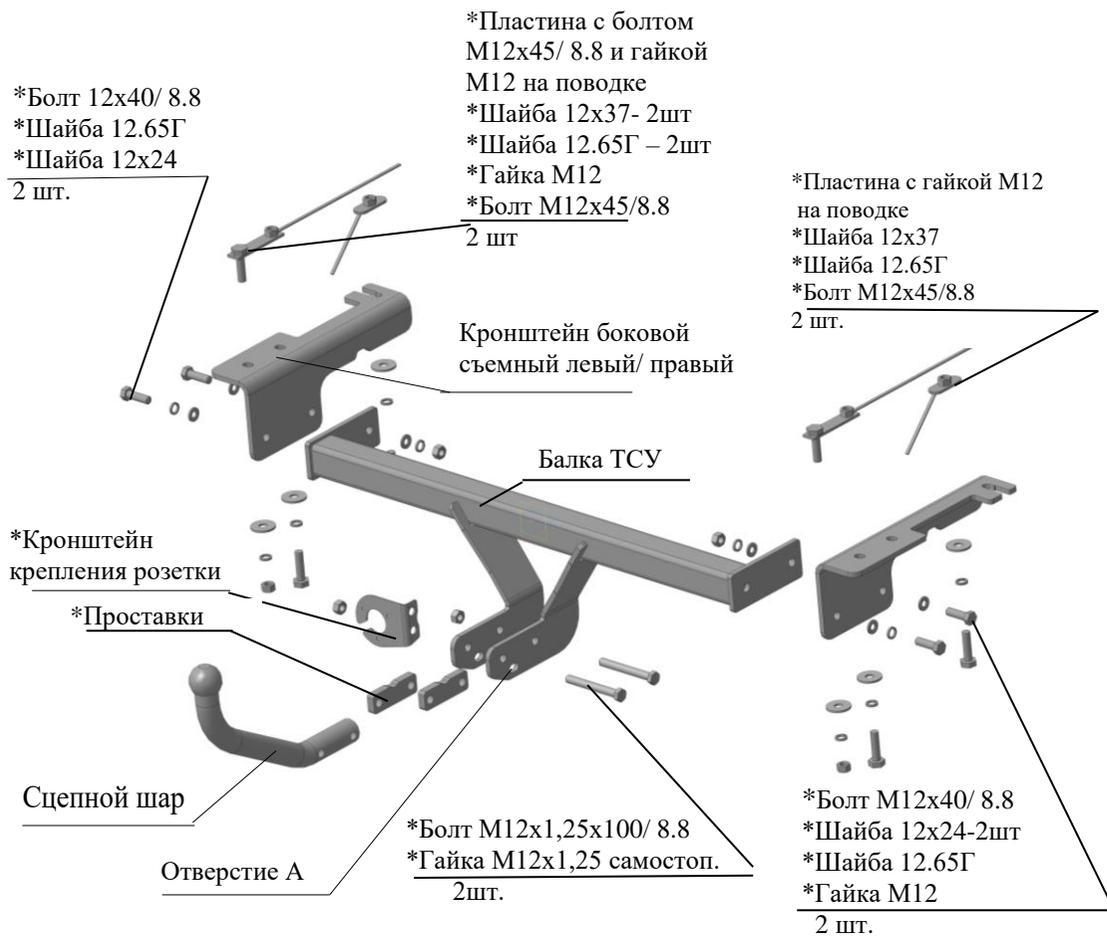

Рис.1 Тягово-сцепное устройство ТСУ 8025.
2.1 ТСУ 8025 в сборе (рис.1)	1 шт.
2.2 Пакет с комплектующими (см. рис.1)	1 шт.
4.1 Вставить закладные детали в лонжероны через отверстия Ø25. Закрепить боковые съемные кронштейны ТСУ (левый и правый соответственно рис.1) к нижним полкам лонжеронов а/м болтами М12х45 и
гайками М12 на поводке и без поводка и крепежом соответственно рис.1. Крепеж не затягивать.
4.2 Установить балку ТСУ, закрепив ее к боковым съемным кронштейнам болтами М12х40 и крепежом соответственно рис.1. Крепеж не затягивать.